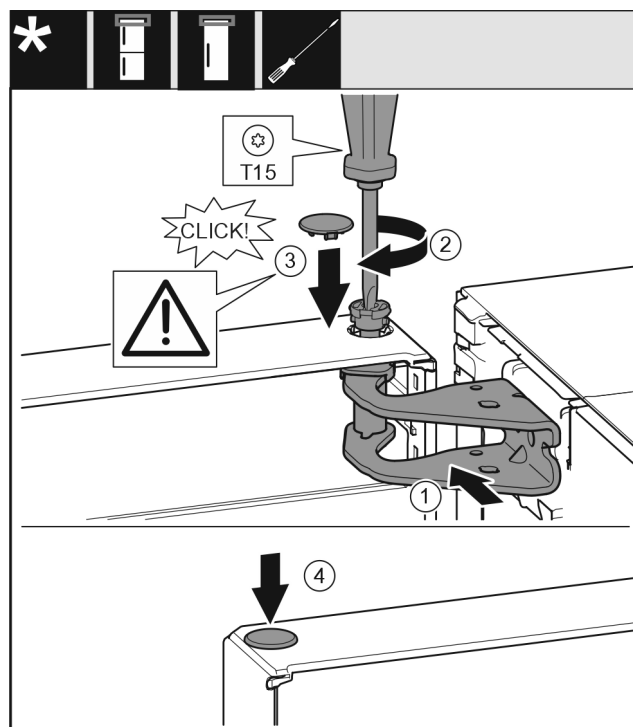

Fig. 19
- Deur boven uitlijnen op de opening in de lagerbus. Fig. 19 (1)
- ▶ Bouten aanbrengen en met schroevendraaier T15 vastschroeven. *Fig. 19 (2)*
- ▶ Veiligheidsafdekking voor de veiligheid van de deur monteren: Veiligheidsafdekking aanbrengen en controleren of deze op de deur rust. Anders bout volledig aanbrengen. *Fig. 19 (3)*
- ▶ Stop aanbrengen. *Fig. 19 (4)*